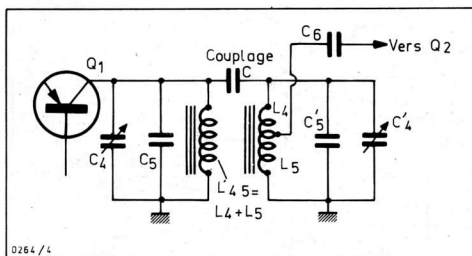

FIG. 4
- 2° L'entrée HF n'est pas modifiée, mais la liaison entre sortie HF et mélangeur est réalisée par un filtre de bande à deux circuits à accord variable (voir Fig. 4).
Remarquons que dans nos régions, un système à deux circuits ou trois circuits suffit en général, car le nombre des stations recevables est souvent réduit, mais le dépanneur peut avoir à travailler sur un appareil étranger importé, comportant les variantes indiquées par les figures 4 et 5.